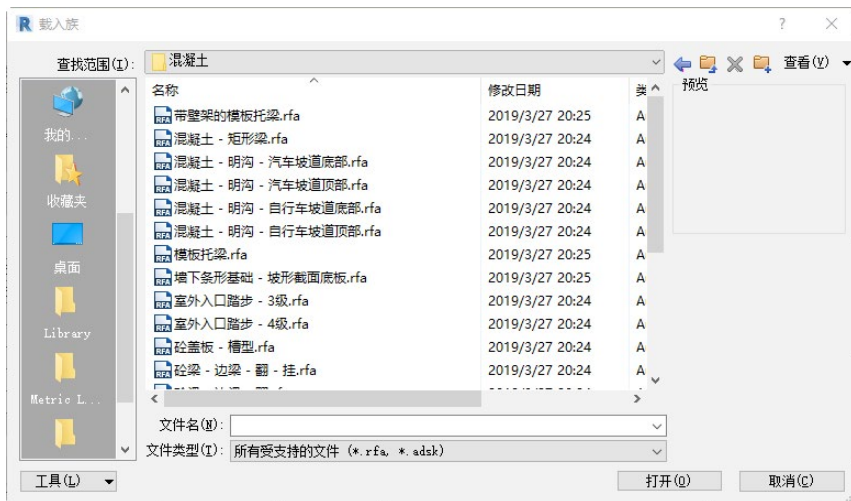

图 6-2 “载入族”对话框
- (3) 在“属性”选项板的“类型”下拉列表中选择结构柱的类型。
(4) 用户也可以单击“模式”面板中的“载入族”按钮，打开“载入族”对话框，选择“China”→“结构”→“框架”→“混凝土”文件夹中的“混凝土 - 矩形梁.rfa”文件，如图 6-2 所示。